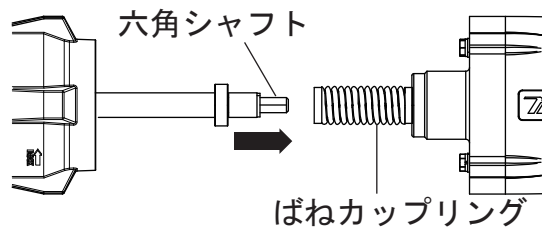

図 6
5. 振動筒ケースから六角シャフトを引き出し、六角シャフトをばねカップリングにさし込み、防振筒を押し込む。(図6)